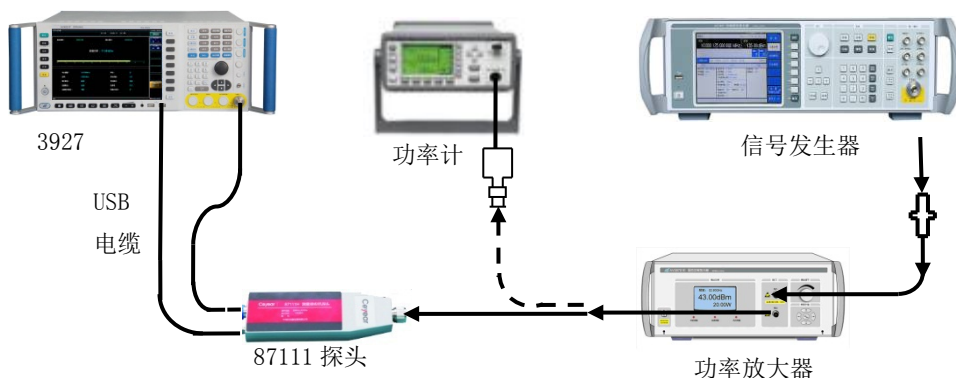

图8.5 功率测量范围测试示意图
- 2) 按图8.5实线所示连接测试设备, 大功率放大器的输出电缆接USB功率计传感器。